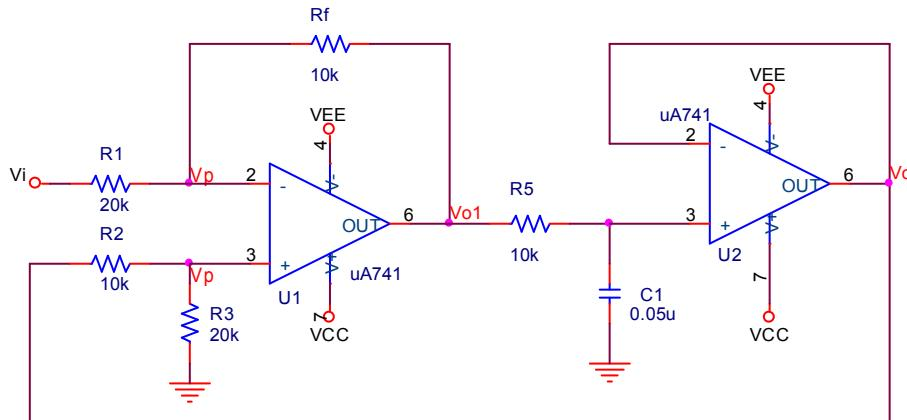

图 8.1.9 宽范围积分电路
8.1.9 图 8.1.9 所示为积分时间常数取值范围很宽的积分电路，通常取 $R_1=R_3$ ，